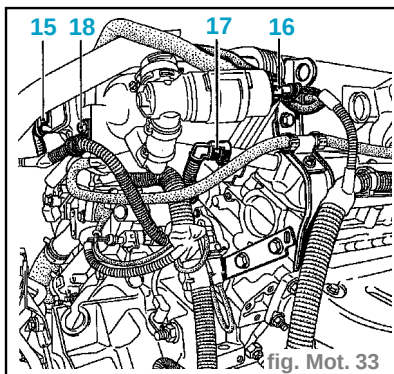
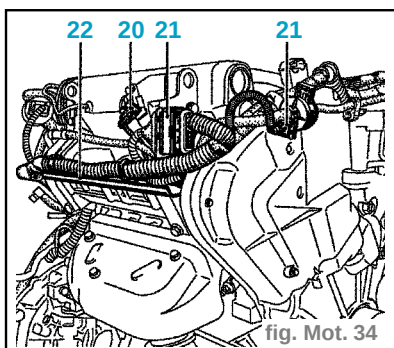
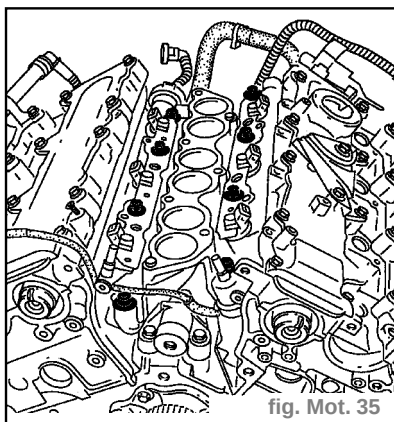

fig. Mot. 33
fig. Mot. 34
fig. Mot. 35
- le faisceau d'allumage (8) sur le boîtier bobines et l'écarter,
- les vis (9) et (10) et dégager les supports,
- les fixations du passage câblage (11),
- les fils de masse (12),
- le tuyau (13) et dégrafer le faisceau en (14).
- les connecteurs (15) et (16), ainsi que le tuyau (17), (fig. Mot. 33)
- la bride (18),
- le support (19).
- le connecteur (20), (fig. Mot. 34)
- les connecteurs (21) et dégrafer le faisceau,
- le support faisceau (22),
- l'ensemble répartiteur d'air - rampe d'injection, (fig. Mot. 35)